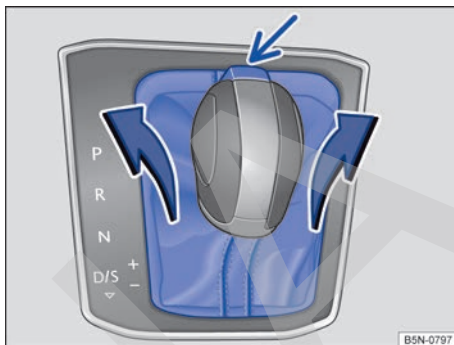

Fig. 135 Desmontar la cubierta de la corredera de la palanca selectora.
- Tire de la cubierta hacia arriba y con cuidado, por la zona del guardapolvo de la palanca selectora, junto con los cables que lleve conectados → fig. 135.